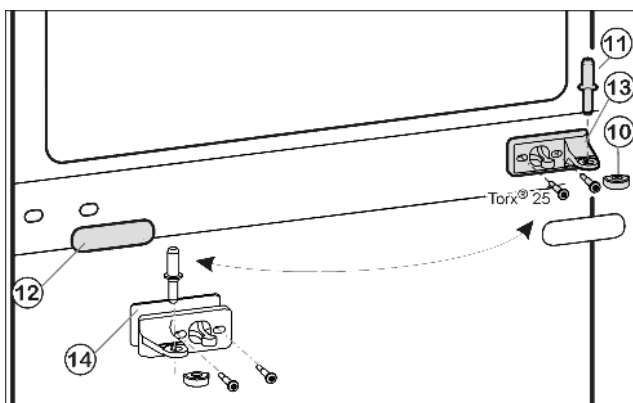
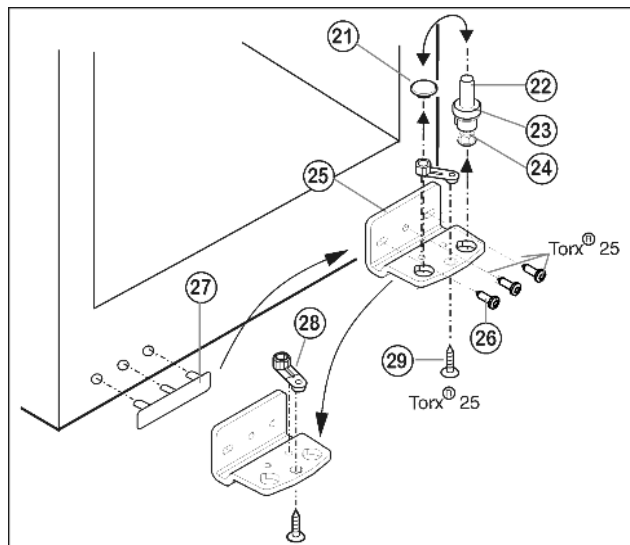

Fig. 9
Fig. 10
- ▶ Ložiskový čap v strede Fig. 9 (11) vytiahnite z ložiskovej konzoly a následne vyťahnite dolné dvere.
- ▶ Plastový uzáver Fig. 9 (10) odoberte.
- ▶ Odskrutkujte strednú ložiskovú Fig. 9 (13) konzolu (2 krát Torx® 25).
- ▶ Záslepku Fig. 9 (12) opatrne odoberte.
- ▶ Strednú ložiskovú konzolu Fig. 9 (13) s podložkou Fig. 9 (14) otočenú o 180° priskrutkujte na novú stranu závesu **pevne** (pomocou krútiaceho momentu 4 Nm).
- ▶ Záslepku Fig. 9 (12) otočenú o 180° opäť zaklapnite na novej strane držadla.
- ▶ Ložiskový čap Fig. 10 (22) kompletný, s podložkou Fig. 10 (23) a nastaviteľnou nohou Fig. 10 (24), vyťahnite smerom nahor.
- ▶ Zátku Fig. 10 (21) podvihnite.
- ▶ Ložiskovú konzolu Fig. 10 (25) odskrutkujte Fig. 10 (26).
- ▶ Ložiskový diel Fig. 10 (28) odskrutkujte Fig. 10 (29) a premiestnite ho do protiahlého otvoru uloženia ložiskovej konzoly, opäť priskrutkujte.
- ▶ Kryt na strane držadla Fig. 10 (27) opatrne nadvihnite a premiestnite na opačnú stranu.
- ▶ Ložiskovú konzolu Fig. 10 (25) na novej strane závesu zaskrutkujte **pevne** (pomocou krútiaceho momentu 4 Nm) príp. pomocou akumulátorového skrutkovača.
- ▶ Zátku Fig. 10 (21) opäť nasadte do inej diery.
- ▶ Ložiskový čap Fig. 10 (22) kompletný, s podložkou a nastaviteľnou nohou, opäť nasadte. Dbajte pritom na to, aby zárez dorazu ukazoval smerom dozadu.
- ▶ Spodné dvere nasadíte zhora na ložiskový čap dole Fig. 10 (22).
- ▶ Plastový uzáver Fig. 9 (10) nasadíte opäť na ložiskovú konzolu v strede Fig. 9 (13).
- ▶ Ložiskový čap v strede Fig. 9 (11) nasadíte na novej strane závesu cez ložiskovú konzolu v strede Fig. 9 (13) do spodných dverí.
- ▶ Vrchné dvere nasadíte na ložiskový čap v strede Fig. 9 (11).
- ▶ Dvere prípadne súosovo vyrovnajte ku krytu zariadenia cez obidve pozdĺžne diery v ložiskovej konzole dole Fig. 10 (25) a v ložiskovej konzole v strede Fig. 9 (13). K tomu vyskrutkujte prostrednú skrutku na ložiskovej konzole Fig. 10 (25).